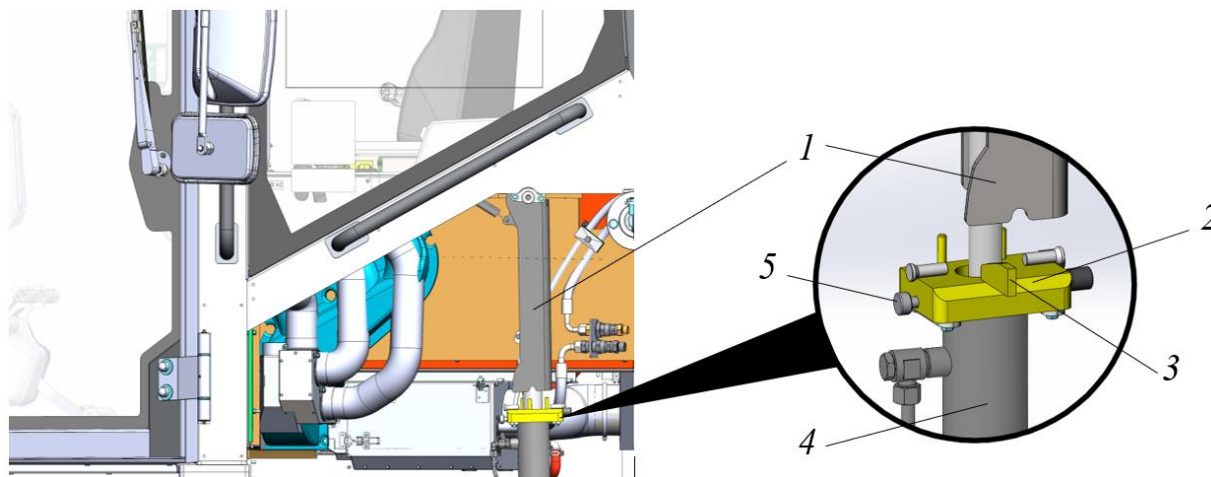

Рисунок 5.21. Процедура подъема кабины оператора
- ▷ Блокиратор поз. 1 должен быть немного выше опоры блокиратора 2, см. рис. 5.21 и иметь возможность перемещаться.